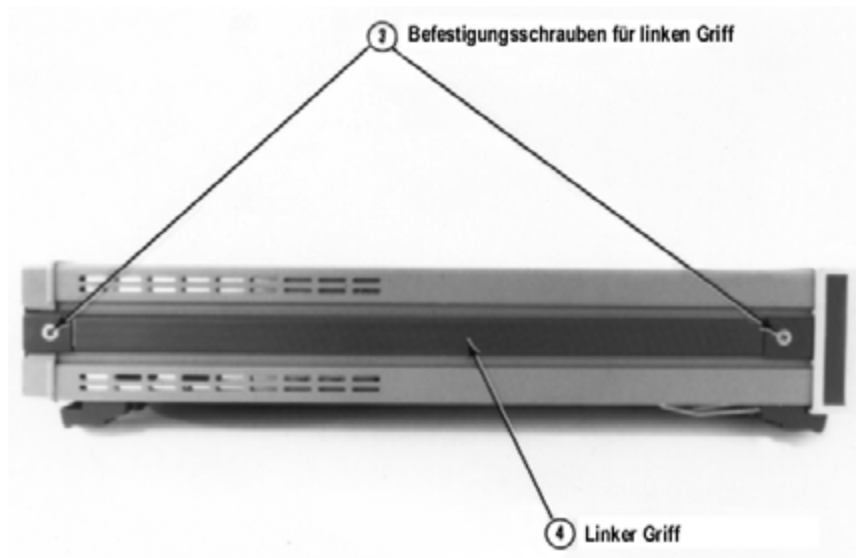

Abbildung C-2 Linke Seite des 3458
- 5** Drehen Sie das Gerät so, dass es mit seiner linken Seite zu Ihnen zeigt (siehe **Abbildung C-2**).
- 8 Siehe **Abbildung C-2**. Bringen Sie den linken Gurt wieder an. Bringen Sie mit Hilfe des Pozidriv-Schraubendrehers #1 die Befestigungsschrauben für den Gurt wieder an.